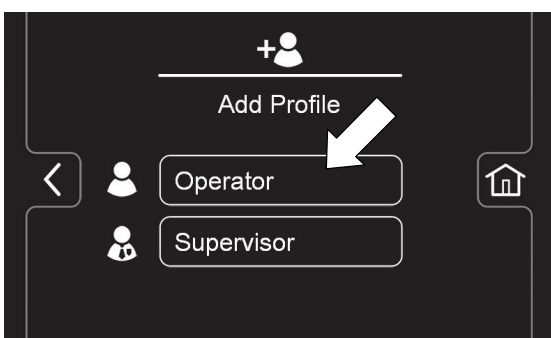

ABB. 143
3.  Drücken Sie die Taste "Bediener", um einen neuen Bediener hinzuzufügen (Abbildung 143).
Oder Sie drücken die Taste "Vorgesetzter", um einen zusätzlichen Vorgesetzten hinzuzufügen (Abbildung 143).